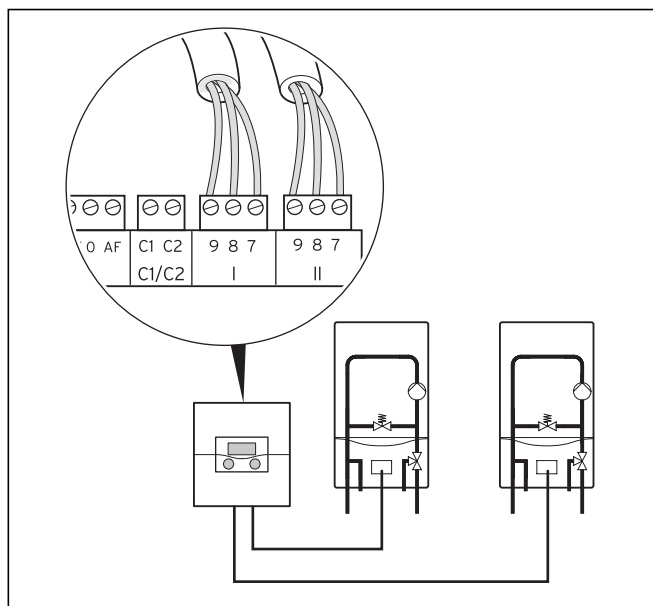

Рис. 5.14 Подключение каскада из 2-х аппаратов
- Подключайте каскад из 2-х аппаратов прямо к корпусу для настенного монтажа (→ рис. 5.14).